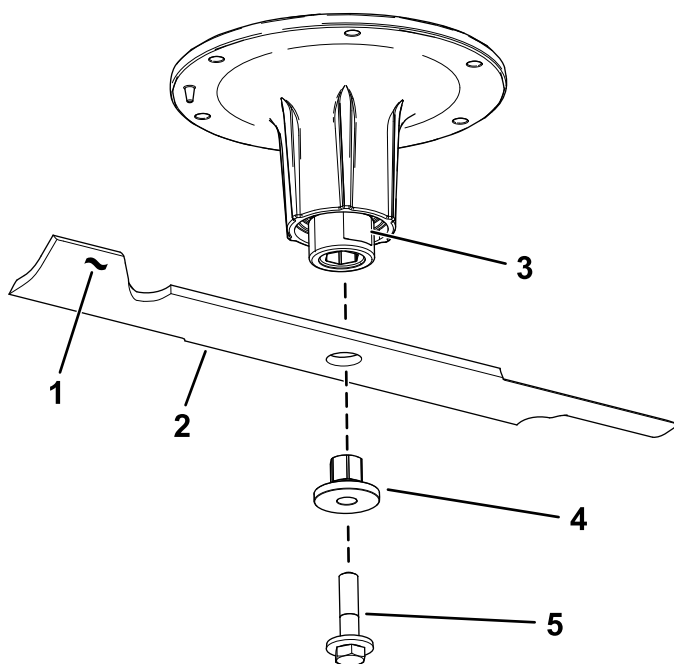

Figura 79
- Retire el perno de la cuchilla, el buje y la cuchilla del eje (Figura 79).